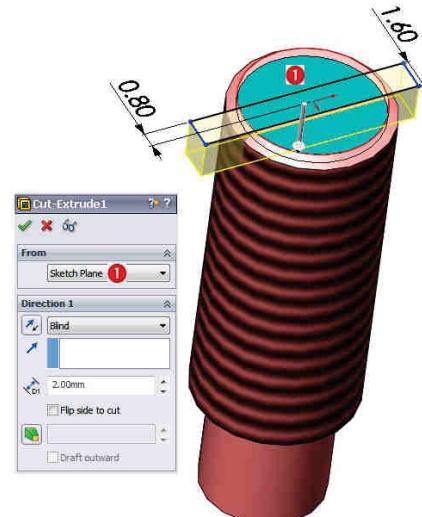

Fig. 1.39
Se va desena schiță din fig. 1.39 pe fața plană superioară ①.
Schiță va fi extrudată pe distanță de 2 mm, fig. 1.39.
The sketch from fig. 1.39 will be drawn on face ①.
The sketch will be extruded on 2 mm, fig. 1.39.